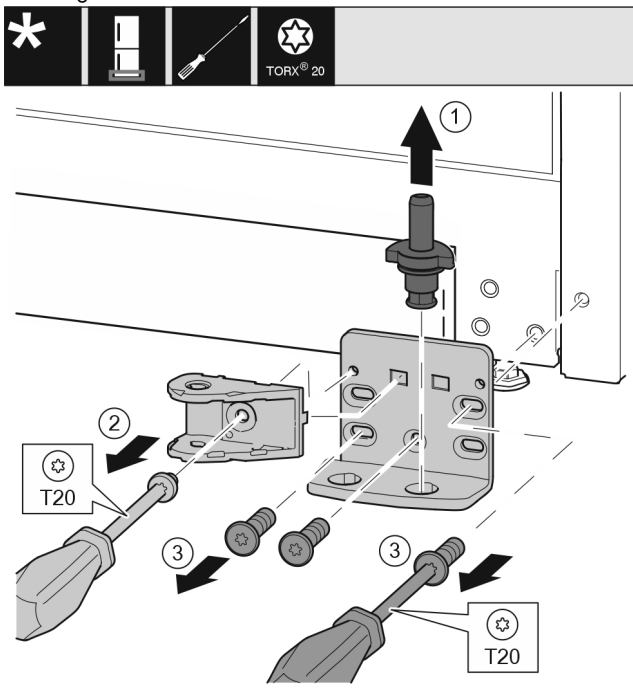

Fig. 45 *
- ▶ Lagerbolzen Fig. 45 (1) komplett nach oben herausziehen.*
- ▶ Schraube Fig. 45 (2) mit Schraubendreher herausdrehen und Schließdämpferverbindung abnehmen.*
- ▶ Schrauben Fig. 45 (3) mit Schraubendreher herausdrehen und Lagerbock abnehmen.*